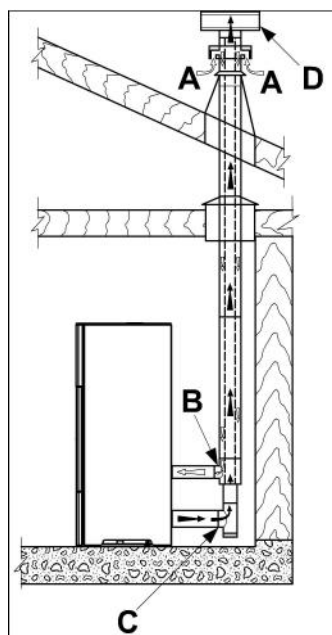

Fig. 5.5a
- canaliser l'air comburant en utilisant un conduit d'évacuation coaxial pour l'expulsion des fumées et le prélèvement de l'air ; il n'est par conséquent pas nécessaire de faire une prise d'air classique dans le local (Fig. 5.5a A,B=Entrée air C,D=Sortie fumées) ;